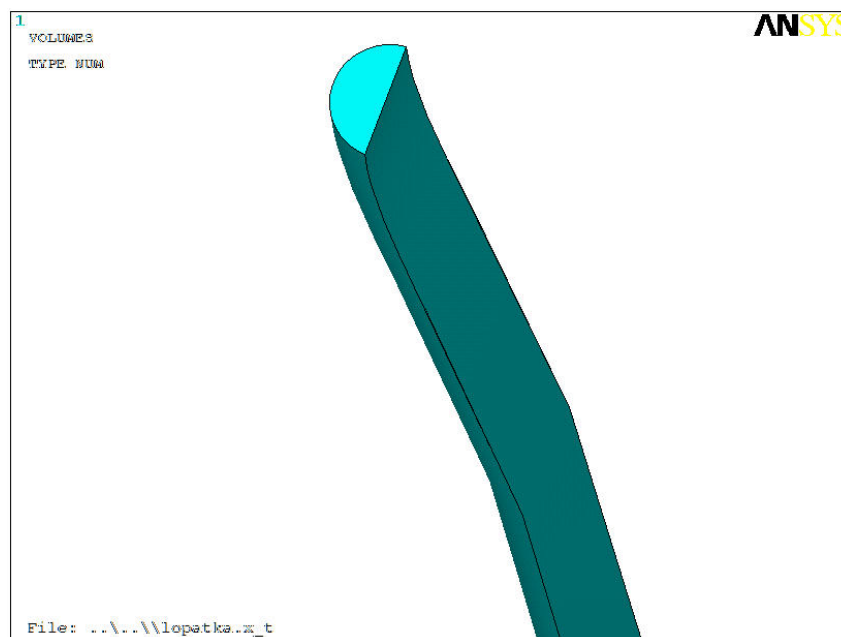

Рис. 8.3 Объем входной кромки
- 6) По созданным поверхностям создайте объем входной кромки: **PrPr** → **Modeling** → **Volumes** → **Arbitrary** → **By Areas** (рис. 8.3.);